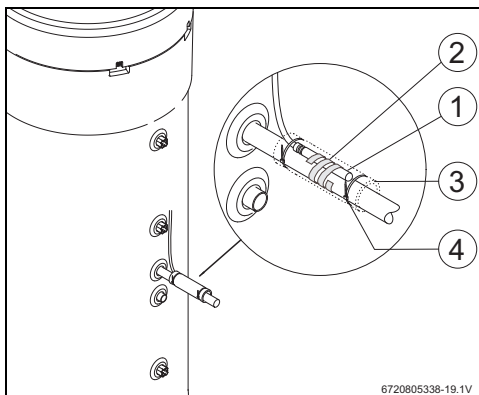

Fig. 12
- ▶ Colocar o sensor NTC do acessório [1] conforme indicado na Fig. 12.